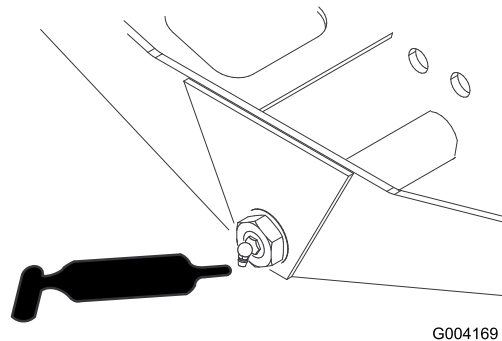

Figure 34
- Pivot de direction d'essieu (1) (Figure 34)